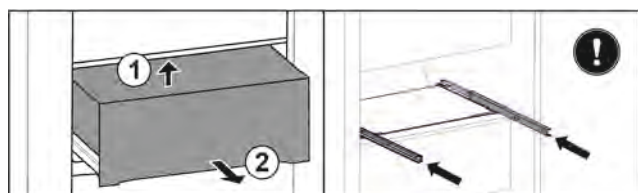

Fig. 37*
- ▶ Поднимите выдвижной ящик сзади снизу Fig. 37 (1).*
- ▶ Извлеките движением вперед Fig. 37 (2).*